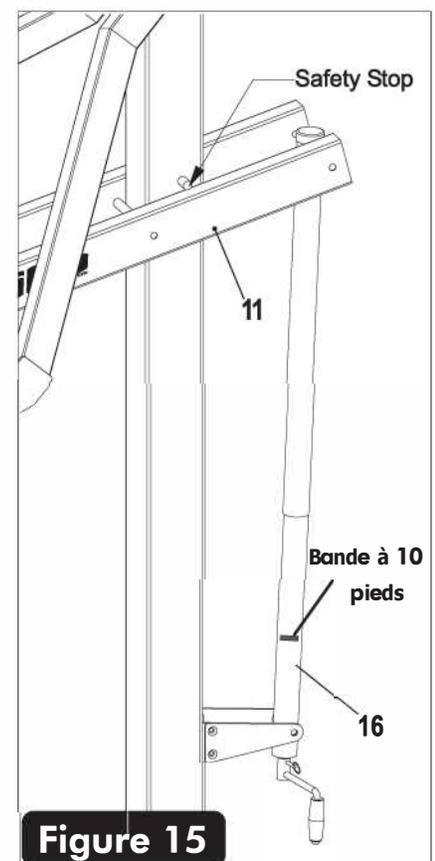

Figure 15
24. Abaissez complètement le panneau arrière. Ne forcez pas l'actionneur une fois que le panneau arrière est dans sa position la plus basse. Voir Figure 15.